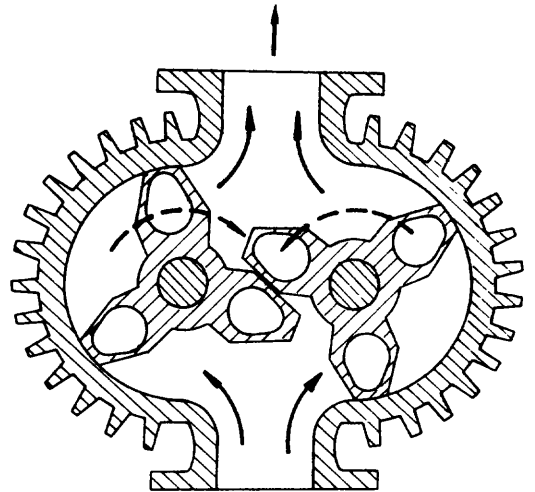

Fig. 2
*Superalimentador de rotores (fig. 2)*
Entre los superalimentadores, el de mayor difusión es sin duda el tipo Roots, que consiste en dos rotores (fig. 2) accionados por engranajes que giran a velocidades iguales pero en sentido contrario, ubicados convenientemente, dentro del cuerpo. La velocidad es aproximadamente 1,5 veces la del motor. Mientras los rotores giran, aspiran el aire por la ventana de admisión y lo expulsan por la de escape.